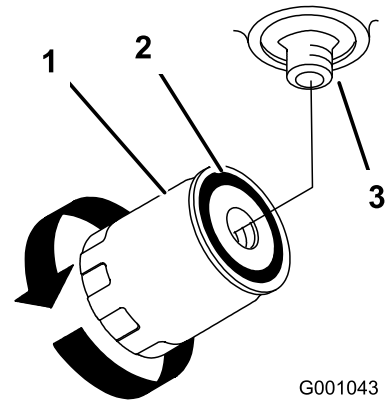

図 75
4. オイルフィルタを外し、フィルタのアダプタのガスケットの表面をきれいに拭く 図 75。
7. ガスケットがアダプタに当たるまで手でねじ込み、そこから更に 1/2 回転増し締めする 図 75。